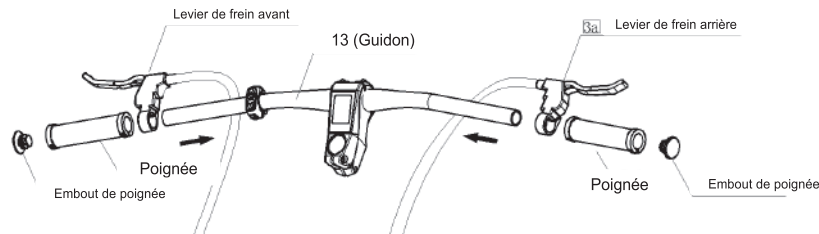

Figure 47-2.
c. Dans le sens de la flèche, insérez tour à tour le levier de frein dans la pièce 13, puis appuyez sur l'embout de poignée dans la pièce 13 pour vous assurer que toutes les pièces sont en contact étroit, comme illustré à la Figure 47-2.